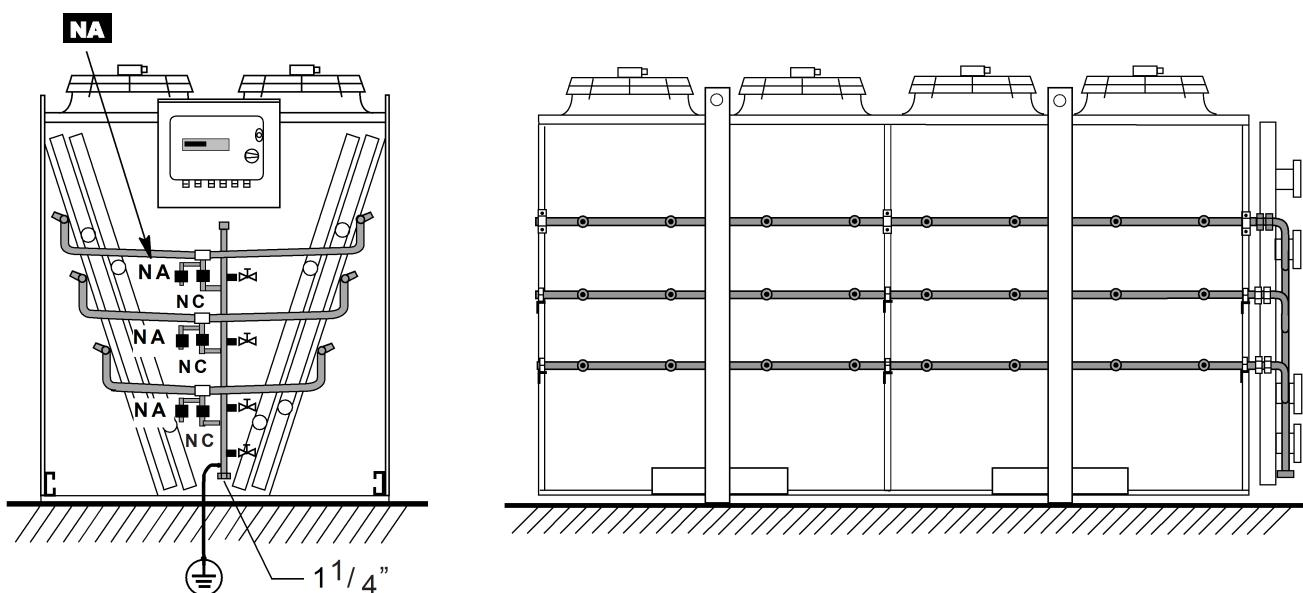

Fig. 4
L'impianto è composto da tubi di rame. L'ingresso idrico è effettuato attraverso un bocchettone in ottone da un 1-1/4" femmina. Le rampe vengono alimentate attraverso delle elettrovalvole con attacco da 1" con bobine alimentate a 24 V. Sono installate delle elettrovalvole automatiche per lo scarico dell'impianto. Il comando delle elettrovalvole, sia di alimentazione che scarico automatico e' gestito direttamente dalla logica di controllo del AWS. Il n° degli ugelli per impianto std è indicato in Fig. 4. Gli ugelli sono in ottone (tipo PFW0390T1). L'impianto è fornito completo in tutte le sue parti e pronto per l'utilizzo. Il cliente all'occorrenza puo' ruotare l'intera rampa per ottimizzare la direzione dello spruzzo, infatti le rampe sono collegate tramite raccordi che ne permettono la rotazione.
The unit is constructed of 2 copper tubes. Water enters through a 1-1/4" female brass pipe union. The ramps are fed by 1" attachment electro-valves with coils operating on 24V. automatic valves are installed on the discharging. The control of the electro-valves, both for supply and automatic draining, are governed directly by the logic of the AWS control. The number of nozzles per standard unit is indicated in Fig. 4. The nozzles are brass (type PFW0390T1). The unit is supplied complete in all its parts and ready for use. If required, the customer can rotate the entire ramp in order to optimize the spray direction. The ramps are connected by joints which enable this rotation.
L'installation est réalisée en tubes de cuivre et caoutchouc. Le raccordement hydraulique s'effectue par un embout en laiton de 1-1/4" femelle. Les rampes sont alimentées par des électrovannes motorisées avec un raccord 1" avec une bobine alimentée en 24 V. Les vannes automatiques sont installées sur l'évacuation. La commande des électrovannes, soit d'alimentation, soit de vidange automatique, est gérée directement par le coffret de contrôle AWS. Le nombre de buses en installation standard est indiqué en fig. 4. Les buses sont en laiton, type PFW0390T1. L'installation est complète et prête à l'utilisation. Le client, en cas de besoin, peut faire pivoter la rampe entière pour optimiser la direction de la nébulisation, en effet, les rampes sont reliées par des accords qui permettent la rotation.
Das Sprühsystem besteht aus Kupferrohren. Die Sprühlanzen werden durch 1" Magnetventil mit 24 V Antrieb versorgt. Automatische Ventile werden am Ablauf installiert. Die Steuerung der Magnetventile sowohl für die Einspeisung als auch für die automatische Entleerung werden durch die Steuerlogik des AWS gesteuert. Die Anzahl der Düsen für die Standard-Anlage ist Fig. 4. Die Düsen sind aus Messing (Typ PFW0390T1). Die Anlage wird betriebsbereit mit allen Teilen geliefert. Der Kunde kann bei Bedarf zur Optimierung der Sprührichtung die gesamte Sprühlanzen drehen; die sind durch drehbare Anschlussstücke verbunden.
Оборудование состоит из центрального коллектора диаметром 35мм, подающую воду в разветвления из медных труб диаметром 28мм. Подача воды в систему осуществляется через латунную муфту диам. 1-1/4" (F) Воды в ветви подают соленоидные клапаны с муфтой диаметром. 1", работающие под напряжением 24V. Опционально можно установить соленоидные клапаны для автоматического слива воды. Управление клапанами подачи, а также автоматическим сбросом воды осуществляется логикой контроля AWS. Кол-во насадок на станд. установке указано на рис.4. Насадки изготовлены из латуни(мод. PFW0390T1). Поставляемое оборудование уже готово к применению. При необходимости, для оптимизации направления орошения, всю ветвь можно развернуть, так как между собою ветви подсоединенны с помощью патрубков позволяющих их полное вращение.